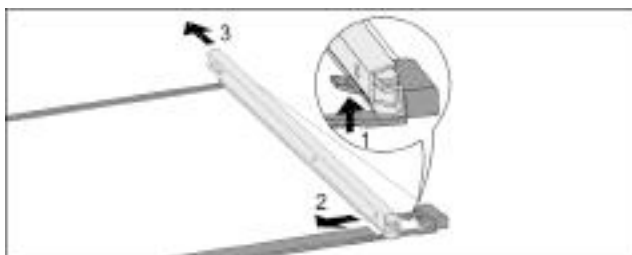

Fig. 263 Стеклопластина с направляющими
- ▶ Отожмите передний стопорный крючок вверх. Fig. 263 (1)
- ▶ Сдвиньте выдвижную направляющую в сторону Fig. 263 (2) и назад Fig. 263 (3).